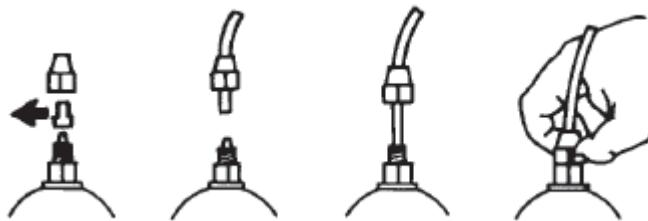

Fig. 7
e.- Saque las dos cápsulas de protección de los empalmes, insiera hasta el fondo los tubos enroscando, y asegúrellos con los casquillos de fijación. (Fig.7)